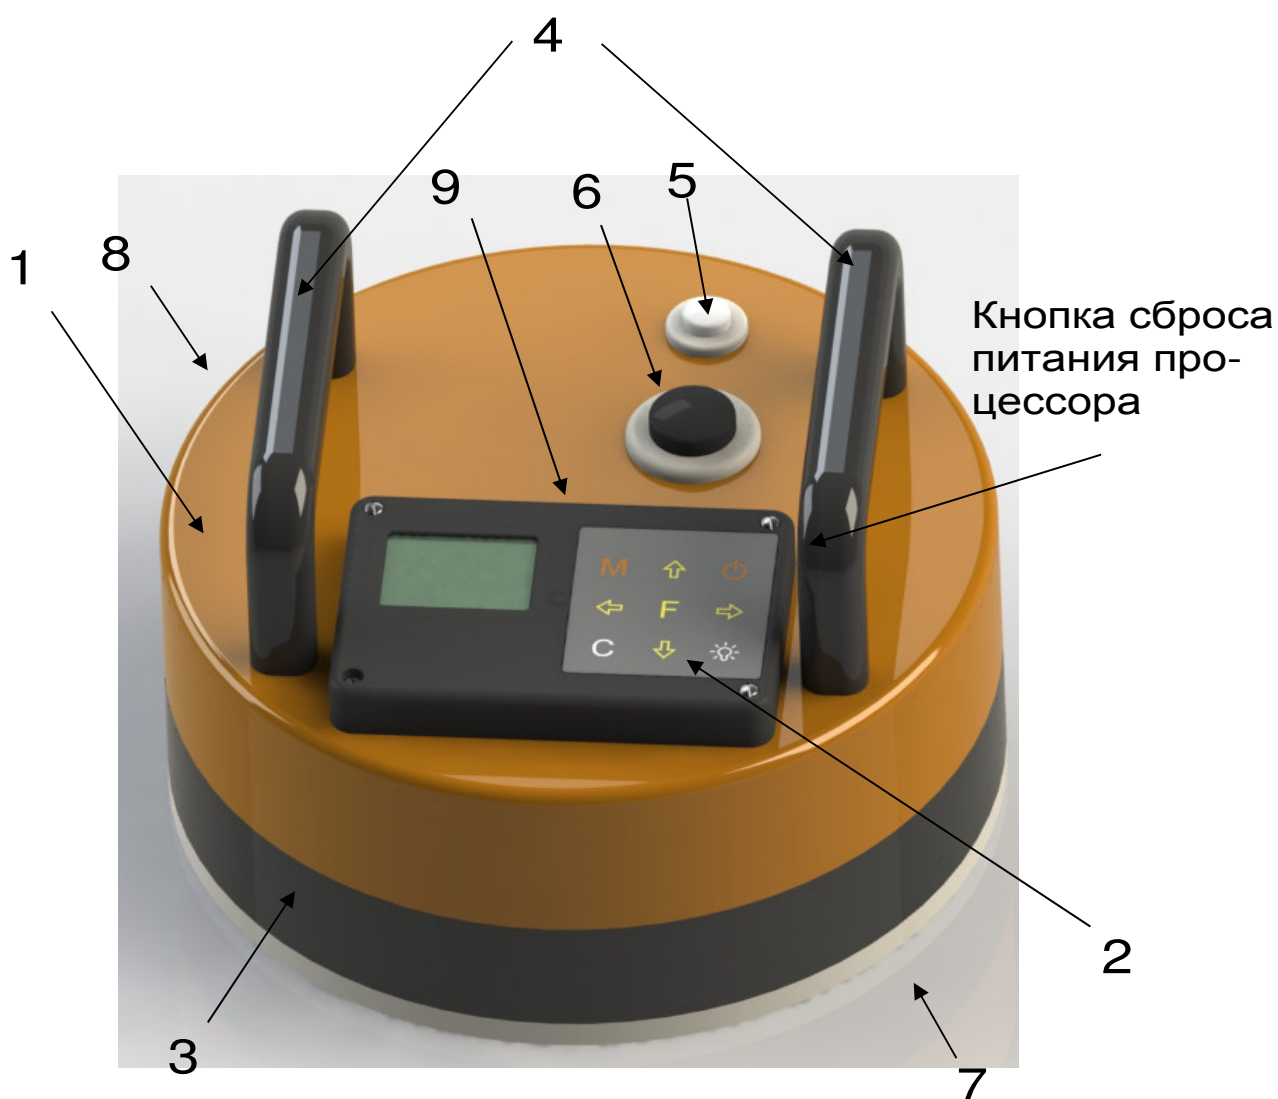

Рисунок 1 - Внешний вид прибора
Прибор (рисунок 1) представляет собой моноблочное устройство, в котором объединены измерительный блок 1, два встроенных вакуумных насоса (на рисунке не показаны) и электронный блок 2.
4.5.4 *Пункт главного меню* **АТМОСФЕРНОЕ ДАВЛЕНИЕ** позволяет перед каждым испытанием измерять и сохранять в памяти прибора величину атмосферного давления, необходимого для корректного вычисления параметров проницаемости. При открытом клапане 7 (рисунок 1), нажав клавишу **М**, электронный блок сохранит текущее значение атмосферного давления. При нажатии клавиши **Ф** или **С** прибор выйдет в главное меню.